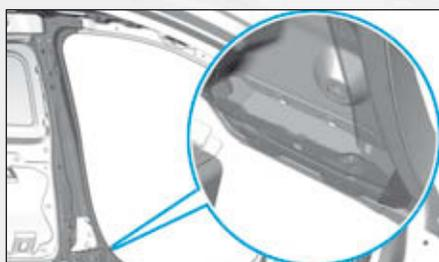

FIG. 104
• Poser l'insert gonflant de pied milieu sur la caisse (Fig.104).